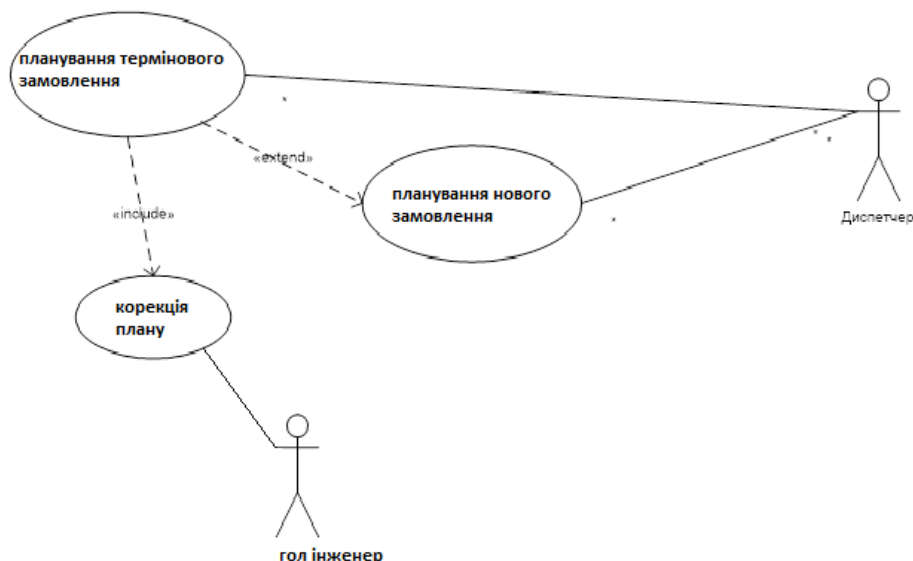

Рис. 2. Аналіз зв'язків розширення і включення для варіантів використання планування замовлення.
2. Варіант використання «Планування термінового замовлення» заснований на базовому прецеденті «Планування нового замовлення», але містить більше складну логіку обробки. Тому було прийнято рішення пов'язати зазначені прецеденти розширюючим ставленням. Крім того, прецедент «Планування термінового замовлення» використовує логіку прецеденту «Корекція плану». Тому було прийнято рішення пов'язати зазначені прецеденти ставленням включення, але з використанням ще 1 особи «гол. інженеру» (див. Рис. 2).